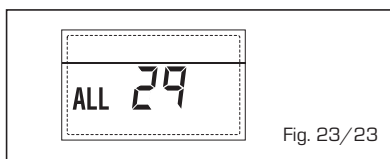

Fig. 23/23
**- ANOMALIA Sonda RETORNO AQUECIMENTO "ALL 30" (fig. 23/24)**